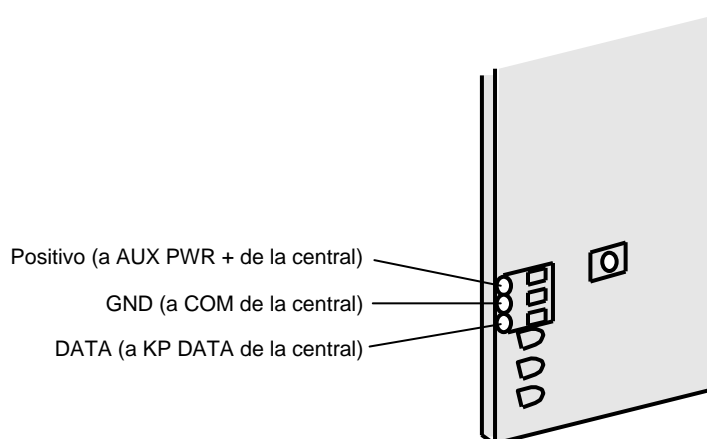

Figura 5
- Conecte los terminales de alimentación y datos del módulo receptor con los terminales de alimentación y datos de la central NetworX. Utilice una manguera de tres conductores con una sección de 0'25 mm² (Figura 5).